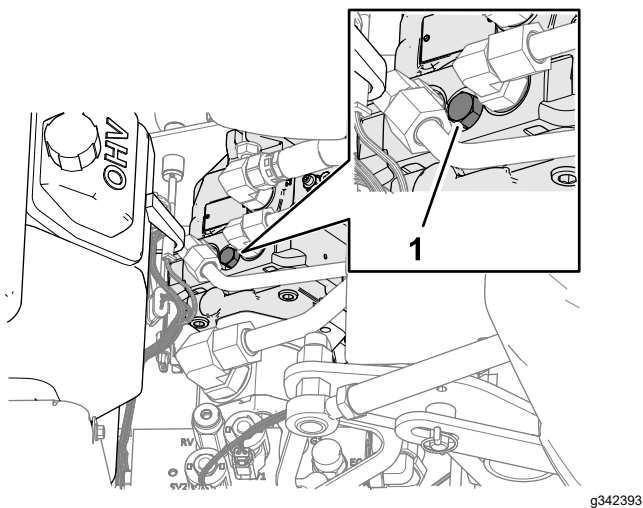

図 127
4. 図 127 のように、エンジンと油圧ポンプの間にあるバイパスバルブねじのカバーを探し出す。